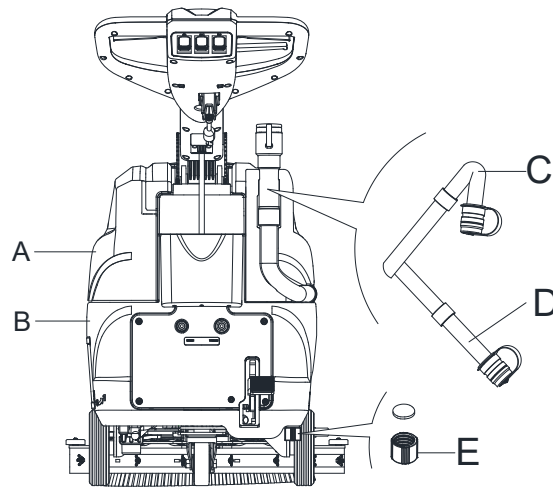

Figuur 9
Een automatisch vlotteruitschakelsysteem (B, Figuur 9) blokkeert het vacuümsysteem wanneer de vuilwatertank (C) vol is. De uitschakeling van het vacuümsysteem wordt gemeld door een plotselinge toename van de geluidsfrequentie van de motor van het vacuümsysteem en de vloer wordt ook niet gedroogd.
Als het vacuümsysteem per ongeluk wordt uitgeschakeld (bijvoorbeeld wanneer de vlotter is geactiveerd vanwege een plotselinge machinebeweging), om de werking te hervatten: schakel de stroomschakelaar (39 en 41) uit om de stroomvoorziening en het vacuümsysteem uit te schakelen, open het deksel (A, Figuur 9) en controleer of de vlotter in het rooster (B) naar het waterniveau is gedaald. Sluit vervolgens het deksel (A) en druk op de stroomschakelaar (39 en 41) om de hoofdstroomvoorziening en het vacuümsysteem in te schakelen.
Wanneer de vuilwatertank (C, Figuur 9) gevuld is, moet deze geleegd worden volgens de volgende procedure.
4. Leeg de vuilwatertank met de slang (F, Figuur 7). Spoel vervolgens de vuilwatertank (C, Figuur 9) met schoon water.
5. Verwijder het deksel van de vuilwatertank (A, Figuur 9) en reinig de binnenkant van het deksel en het filtervlotterrooster (B) met schoon water.
6. Controleer de vuilwatertank (D, Figuur 9) op verstoppingen met vreemde voorwerpen en maak hem schoon.